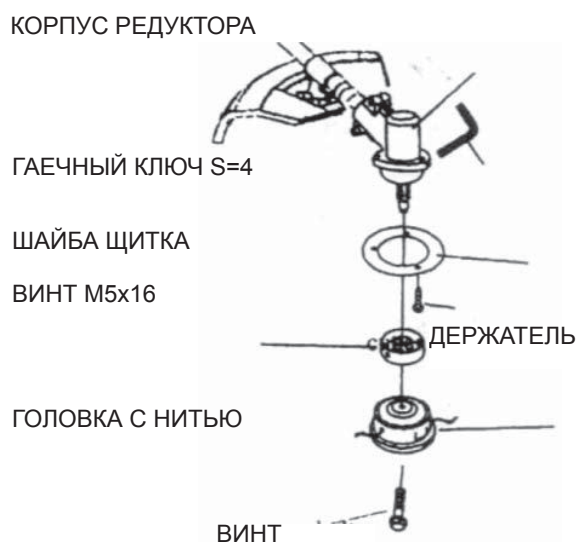

Рис. 6
- 6) Вскройте головку с нитью и закрепите ее на корпусе редуктора с помощью левостороннего винта (см. рис. 6)